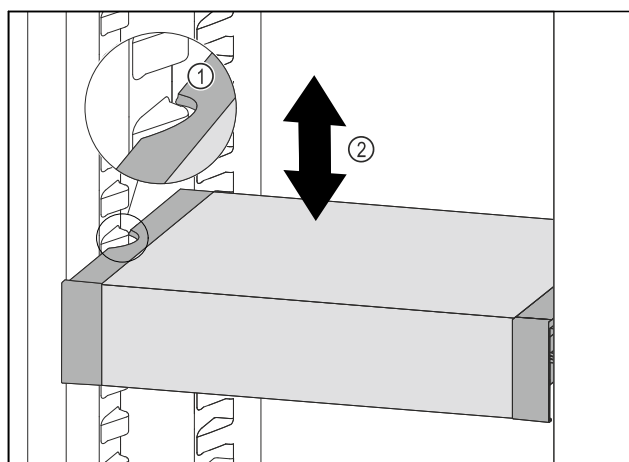

Fig. 118
- ▶ Predal VarioSafe povlecite v smeri naprej, dokler nista stranska izreza predala VarioSafe na višini nastavka za posodo v hladilniku. Fig. 118 (1)
- ▶ Predal VarioSafe premikajte v hladilniku gor ali dol, dokler ne dosežete želene višine. Fig. 118 (2)